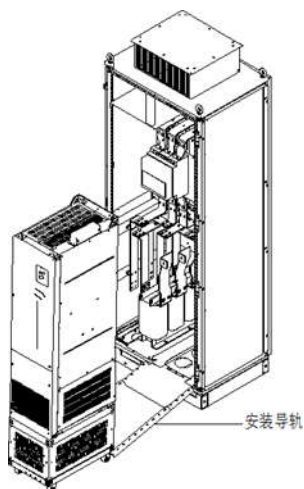
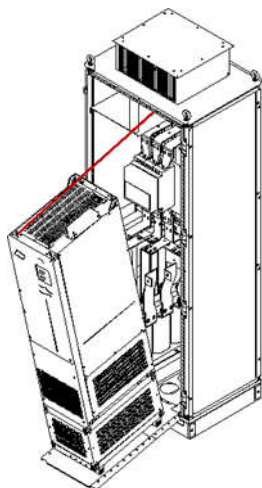

图 4-10
图 4-11
4	两个人配合操作，将变频器脚轮对准安装导轨后，缓缓推入机柜（如图 4-10、图 4-11，安装过程中请使用安装辅助绳，避免变频器在推入/拉出过程中发生侧翻）。
2. 固定底部支撑横梁、安装支架，如图 4-10
如图 4-11，把相对应的机型安装导轨装配好，前端的两个钩子对准九折型材缺口，卡进去，确保卡到位。